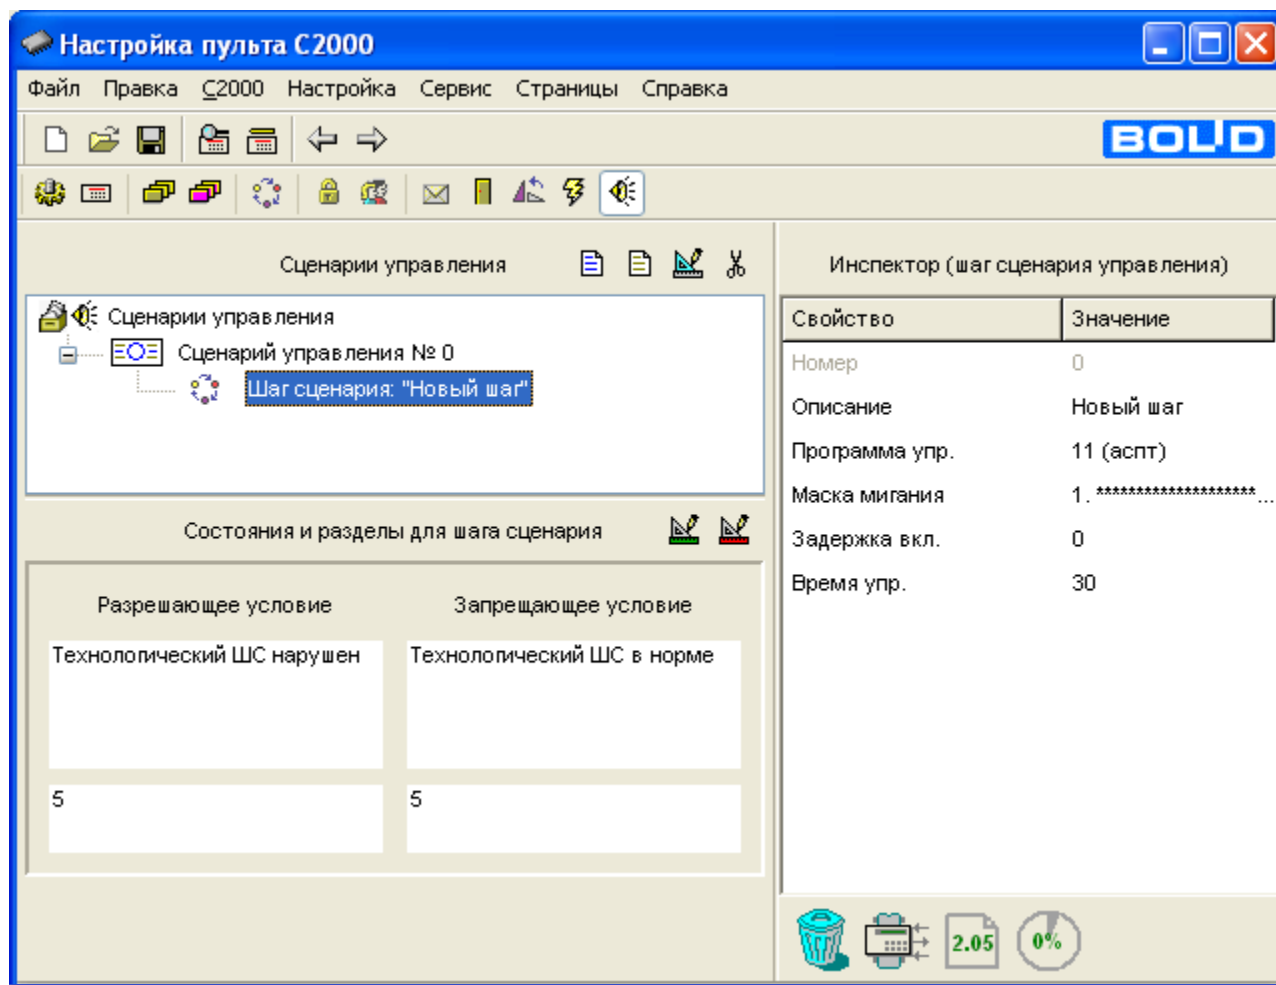

Рисунок 27
6. В окне «Состояния и разделы для шага сценария» добавьте разрешающее и запрещающее условия с помощью кнопок  и  соответственно. Для этого выберите раздел, содержащий технологический ШС прибора «С2000-4» и укажите состояния: «Технологический ШС нарушен» - для разрешающего условия и «Технологический ШС в норме» - для запрещающего условия (см. Рисунок 27).